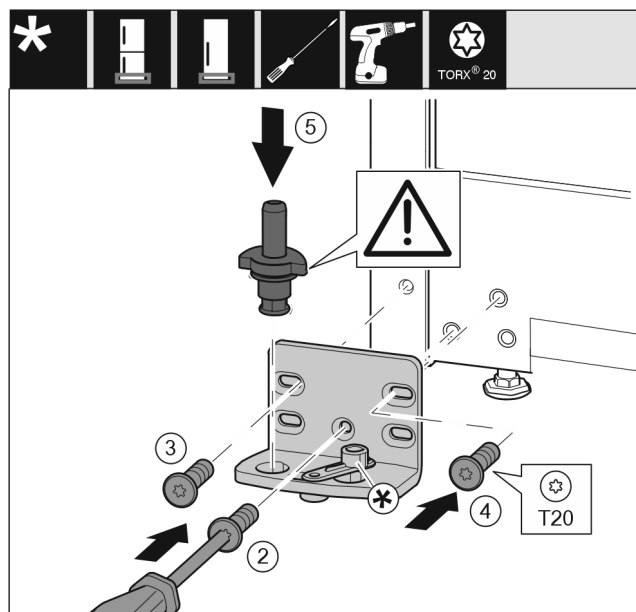

Fig. 16
- Поставете лагерната стойка от другата страна и я завийте с помощта на отвертка. Започнете с винт Fig. 16 (2) долу в средата.
- Затегнете винта Fig. 16 (3) и винта Fig. 16 (4).
- Вкарайте изцяло лагерния болт Fig. 16 (5). При това обърнете внимание на това, фиксиращата гърбица да сочи назад.